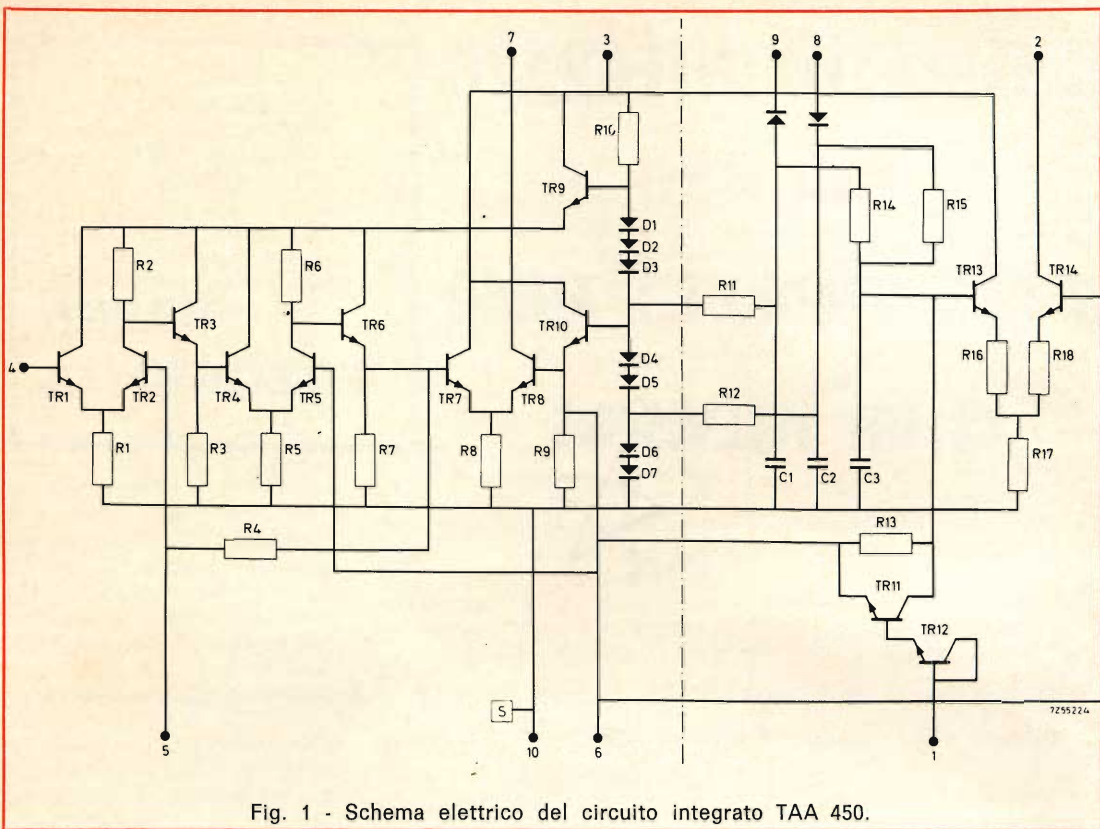

Fig. 1 - Schema elettrico del circuito integrato TAA 450.
**I**l circuito integrato TAA 450 il cui schema elettrico è riportato in fig. 1 è essenzialmente un amplificatore R.F. limitatore per frequenze fino a circa 10 MHz. Esso incorpora inoltre un rivelatore a rapporto seguito da un amplificatore B.F. controllabile in guadagno dall'esterno.